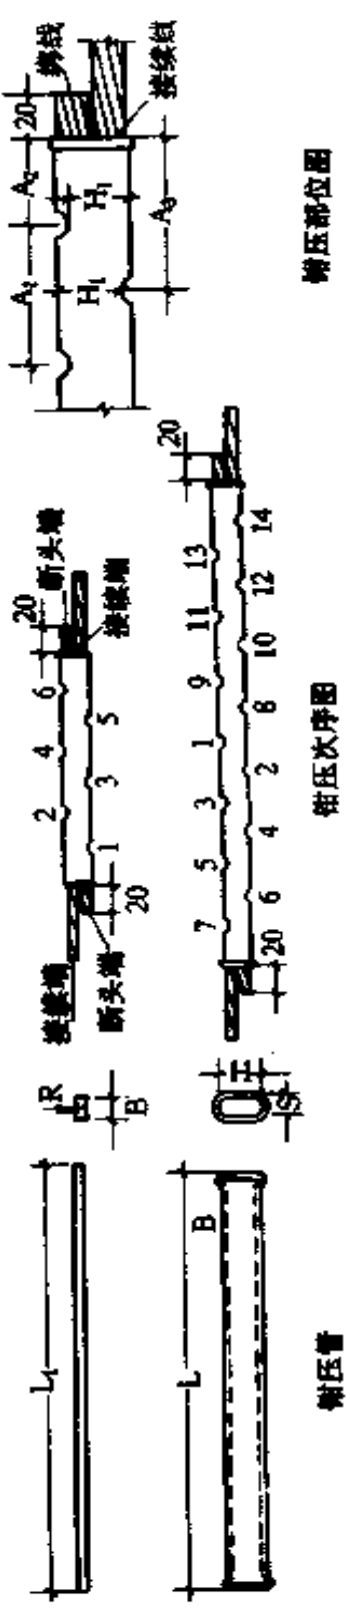

图 2-26 钳压管连接示意图
- ① 铝绞线(LJ)、钢芯铝绞线(LGJ)采用钳压管连接,如图 2-26 所示。